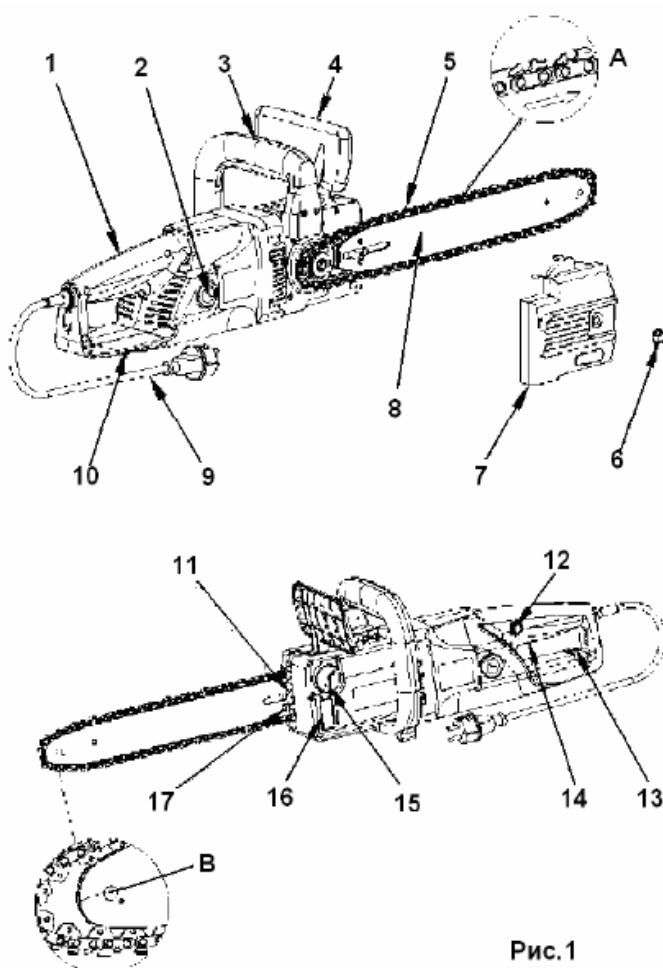
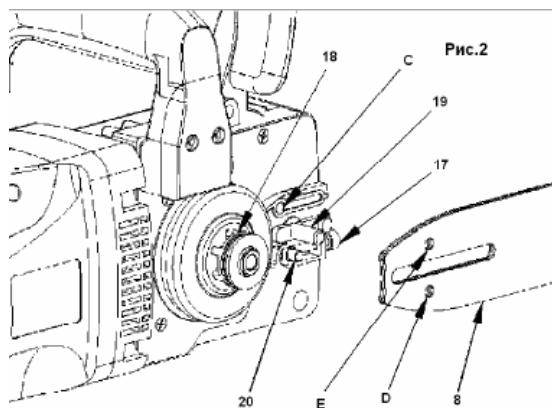
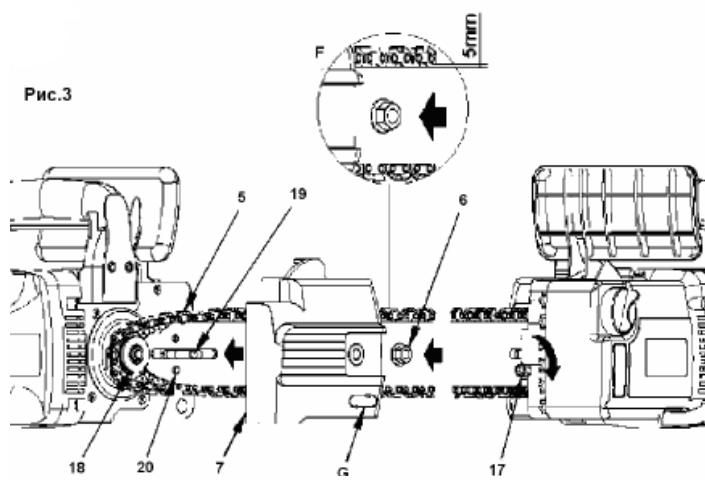

Рис.1
Рис.2
Рис.3
- 6 Прижимная гайка (рис.3)
Если вы видите следы масла на цепи , то пила работает нормально. Если на цепи масло отсутствует, то прочистьте масловыпускное отверстие (Рис.2), верхнее отверстие шины и шланг подачи масла, или обратитесь в сервисный центр.
Направляющая шина и пильная цепь поставляются отдельно (в разборном виде). Сначала открутите крепежный винт (6 Рис.1) и снимите крышку, закрывающую натяжной механизм направляющей шины пилы (7 Рис.1). Нижний болт натяжения (20 Рис.2), должен находиться по центру прорези направляющей шины. Если необходимо, более точно отрегулируйте натяжение цепи с помощью винта (17 Рис.2).
Всегда используйте специальные перчатки для защиты рук при монтаже цепи, проверке натяжения, сборке и разборке. Перед монтажом цепи на направляющую шину, проверьте направление режущих зубцов цепи (заточенная сторона зубцов). Направление движения цепи, указано на крышке (7) (Рис 3). Для того, чтобы определить направление пиления, если необходимо, переверните ее (5). Надевая цепь на шину, держите пилу с направляющей шиной (8) вертикально, концом шины вверх (5). Монтаж цепи начинайте с наконечника шины (8). Монтаж цепи на шину начинайте следующим образом: Установите направляющую шину с пильной цепью на болт (19) и на болт регулировки натяжения цепи (20). Наденьте цепь на звездочку (18) Проверьте еще раз правильное направление установки цепи (См. Рис. 1). Наденьте крышку (7 Рис.1), и закрутите крепежную гайку (6 Рис.1) гаечным ключом. Теперь цепь смонтирована на направляющую шину правильно.
Убедитесь, что цепь (5) находится в пазе направляющей шины (8) (Рис.1 а). Используя шестигранный ключ, поверните винт регулировки натяжения цепи (17) по часовой стрелке до тех пор, пока цепь не будет правильно натянута. Во время затягивания винта (20), направляющую шину необходимо держать вертикально вверх. Проверьте натяжение цепи еще раз (См. Рис. 3). Не натягивайте цепь очень туго. В холодную погоду цепь должна приподниматься от направляющего бруска приблизительно на 5 мм. Затяните туго контргайку (6).